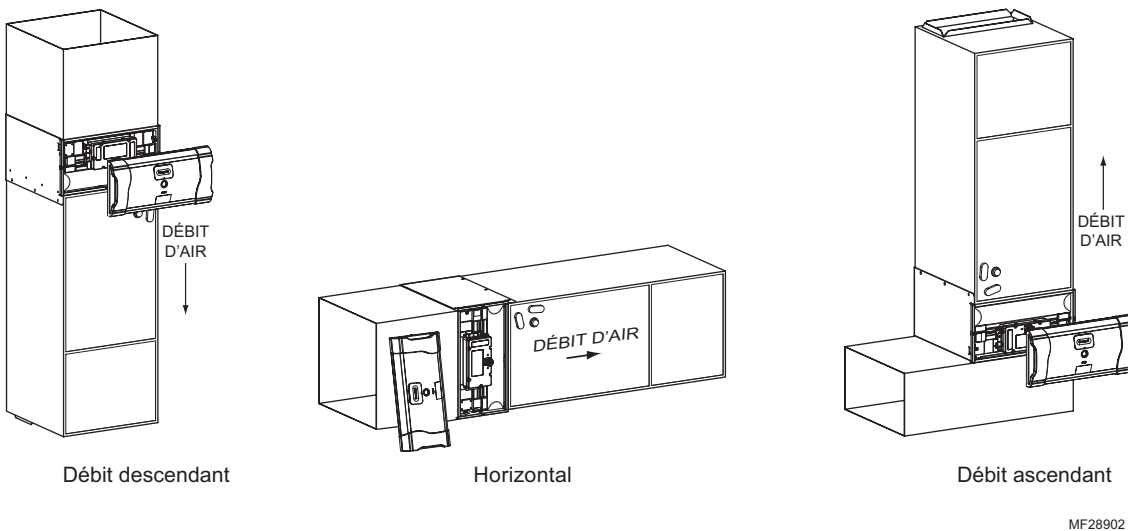
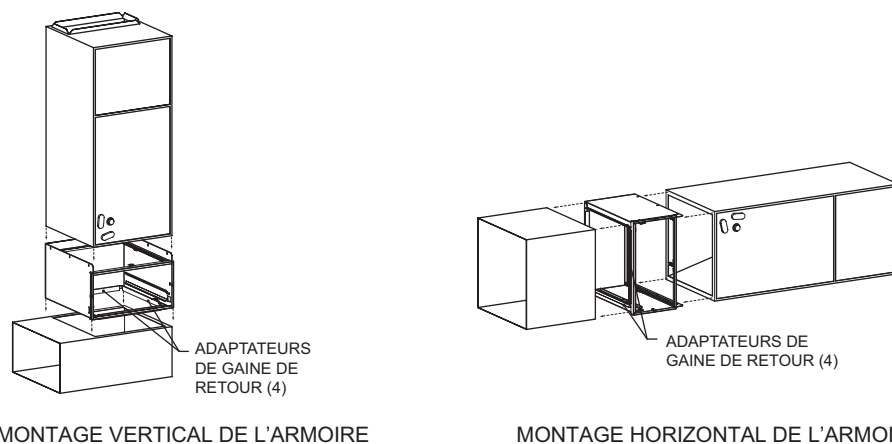

Fig. 4. Orientation de l'armoire pour les modèles FH8000A.
Fig. 5. Orientation des modèles FH8000A pour les unités de traitement de l'air.
- Identifier un emplacement de montage de l'épurateur d'air amélioré de Honeywell dans la gaine d'air de retour (voir Fig. 4).
- Placer l'armoire entre l'unité de traitement de l'air et la gaine d'air de retour (voir Fig. 4 page 7 et Fig. 5). Une gaine de transition peut être requise.